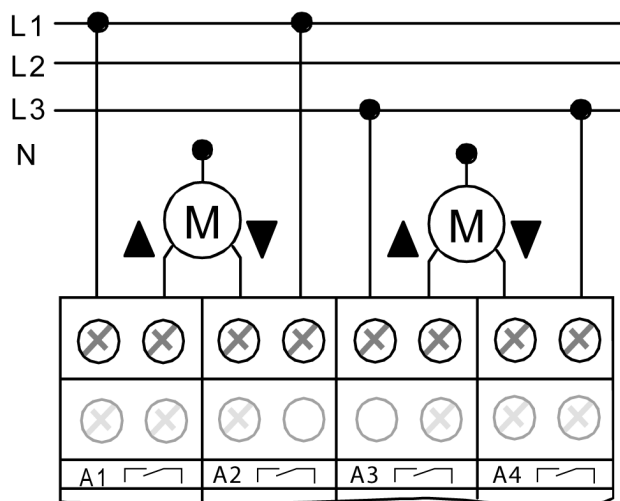

Bild 3: Elektrischer Anschluss für 230 V-Antriebsmotoren im Jalousiebetrieb
- Antriebsmotoren gemäß Anschluss-Beispiel anschließen (Bild 3).